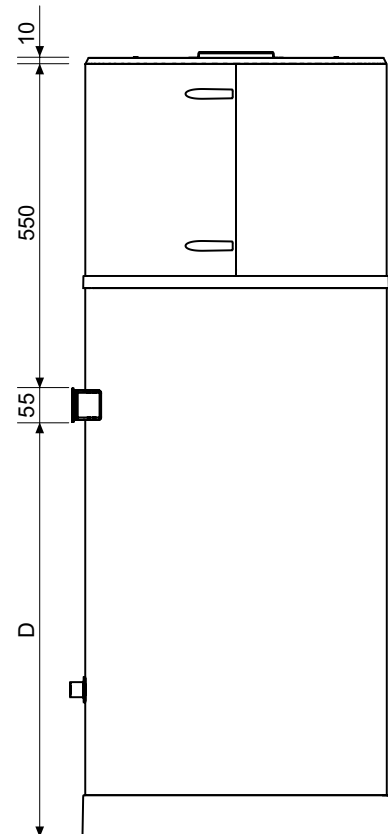
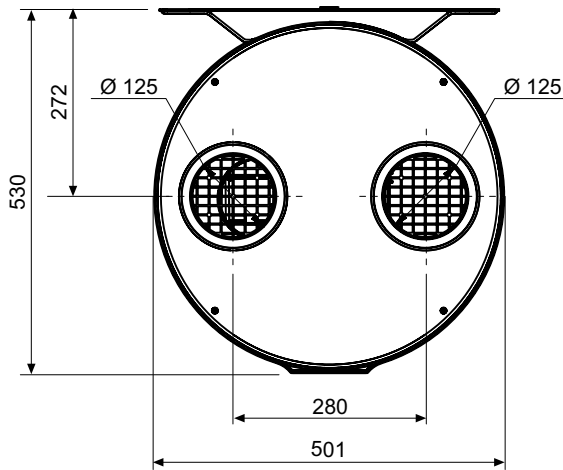
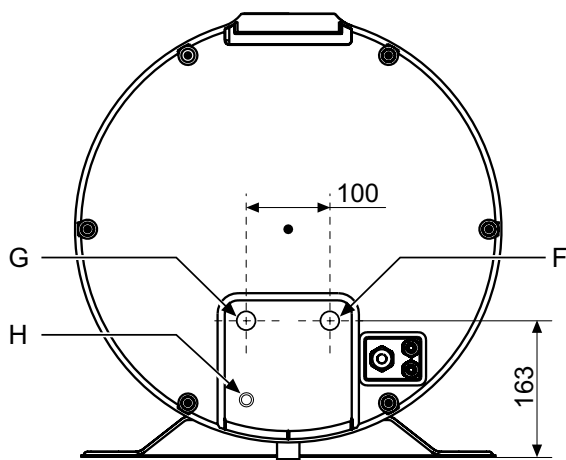

fig. 38
fig. 39
fig. 40
- fig. 38 - fig. 39 - fig. 40 - fig.